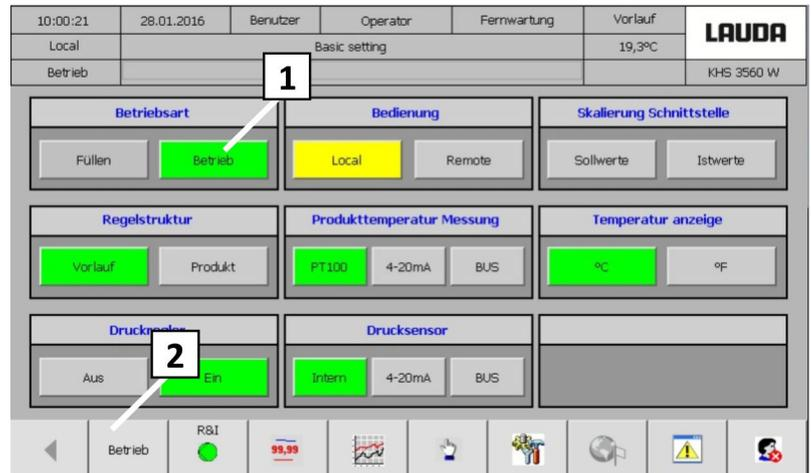

Fig. 35: Pantalla Configuración básica
Cuando se ha alcanzado el nivel de llenado mínimo en el vaso de expansión, el sistema caloportador está totalmente purgado y el flujo mínimo (F100) se sitúa sobre el punto de desconexión, se podrá cambiar el selector en la pantalla táctil a la posición "Funcionamiento"(Fig. 35).
25. Cambiar el selector en la pantalla táctil de la posición "Llenado" a "Funcionamiento".(Fig. 35 [1])
## 27. Activar Funcionamiento en la pantalla (Fig. 35 [2])